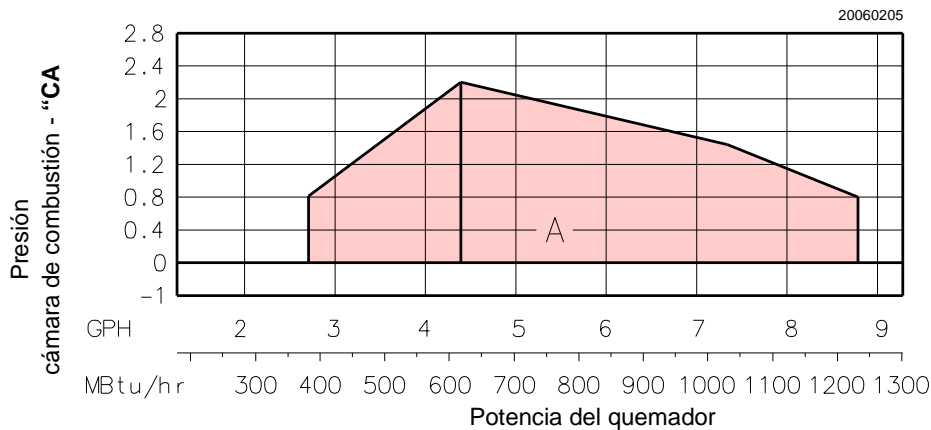

Fig. 5
– **POTENCIA MÁXIMA** debe seleccionarse en el área A (Fig. 5).
las áreas del campo de encendido que se ilustran en Fig. 5 han sido reducidas un 10% en relación con el campo máximo que se puede alcanzar.